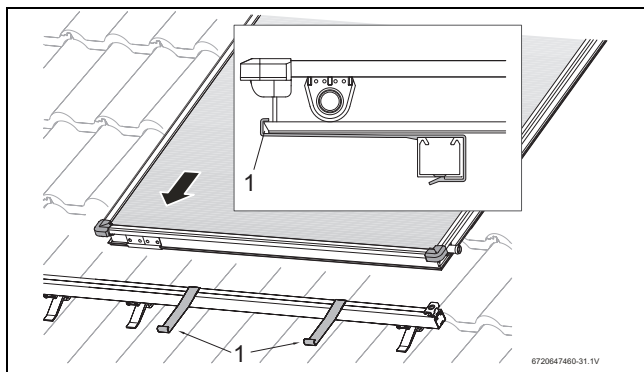

Fig. 64 Colocar el primer captador sobre los perfiles
- Colocar el primer captador sobre los perfiles y dejar que se deslicen sobre las protecciones antideslizantes (Fig. 64, [1]). El canto inferior del captador debe estar sobre la abertura de la protección antideslizante [1].